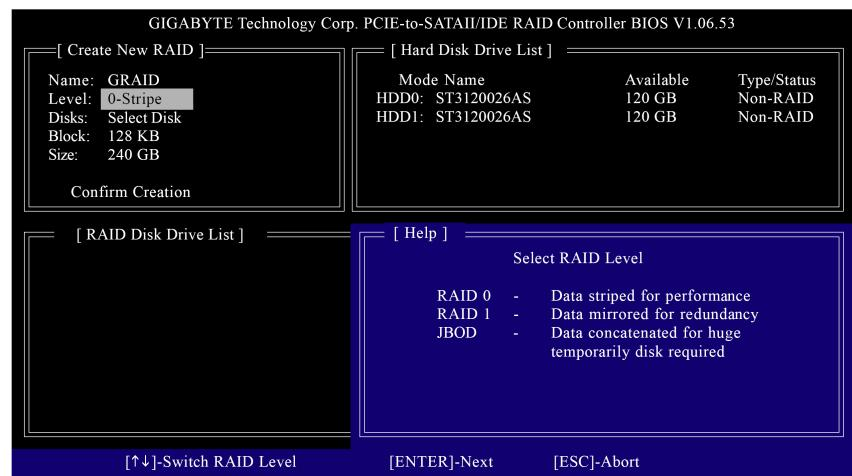

図 6
2. Select RAID Mode:Level 項目で、上下矢印キーを使用して RAID 0 (Stripe)、RAID 1 (Mirror) または JBOD を選択します(図 6)。ENTER を押して次のステップに進みます。